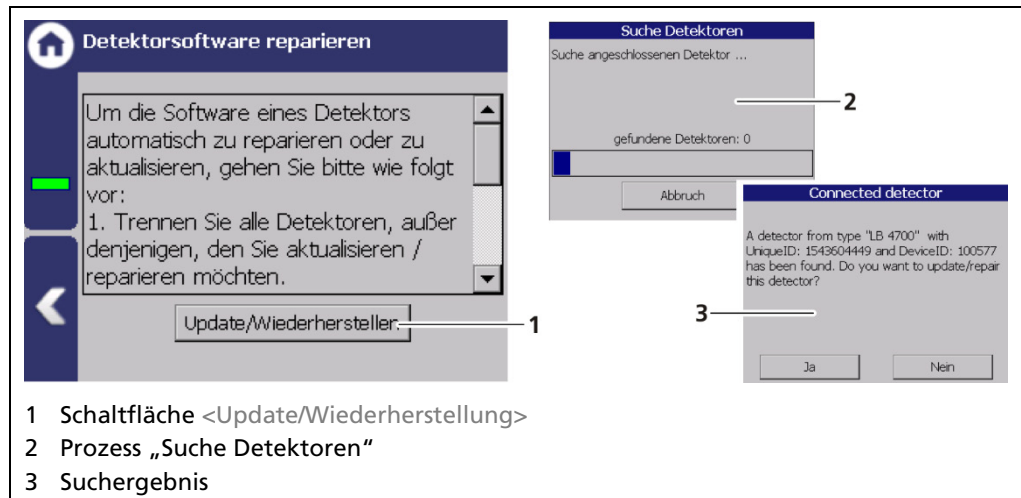

Abb. 41 Detektorsoftware reparieren
1. Um das Gerät neu zu starten, klicken Sie auf die Schaltfläche <Neu starten> (Abb. 41, Pos. 1).
- ▶ Ein Fenster mit der Warnung „Neustart“ (Abb. 41, Pos. 3) öffnet sich.
1. Um die Auswertereinheit auf die Werkseinstellungen zurückzusetzen, klicken Sie auf die Schaltfläche <Werkseinstellungen> (Abb. 41, Pos. 2).
- ▶ Ein Fenster mit der Warnung „Werkseinstellungen“ (Abb. 41, Pos. 4) öffnet sich.